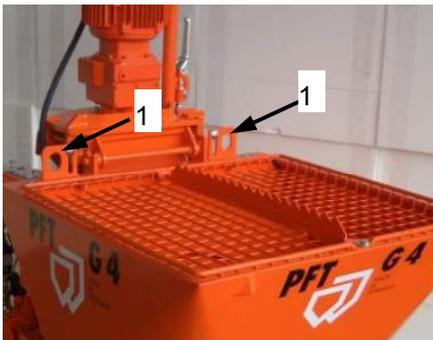

Abb. 12: Anschlagpunkte
1. Seile oder Gurte entsprechend Abb. 12 anschlagen.